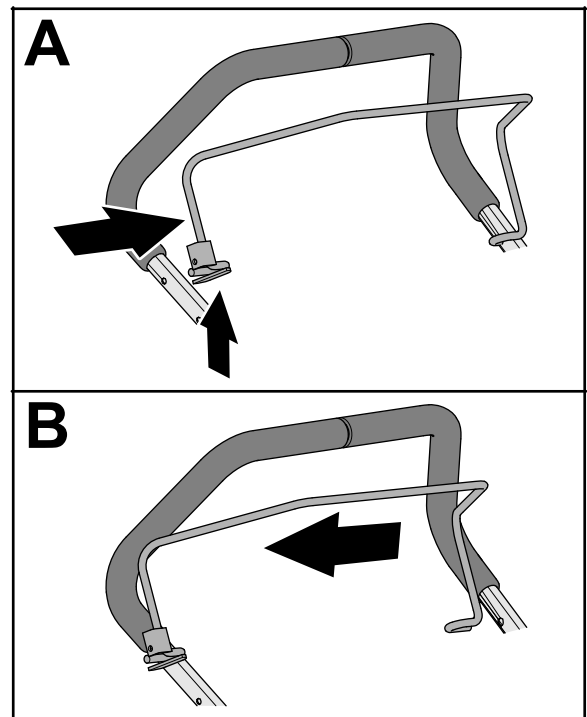

Рисунок 9
1. Стисніть ніжку важеля присутності оператора, доки не зможете зняти її з верхнього руків'я, а потім зніміть важіль з косарки (Рисунок 9).